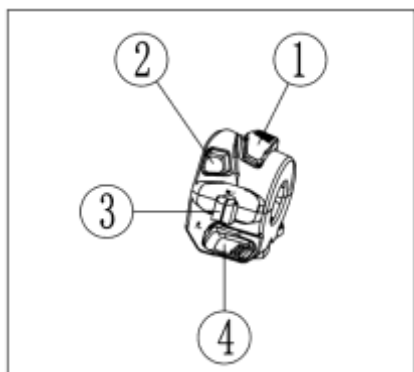

Figura 8 Piña derecha
4. Conjunto de mandos derecho (Figura 8)